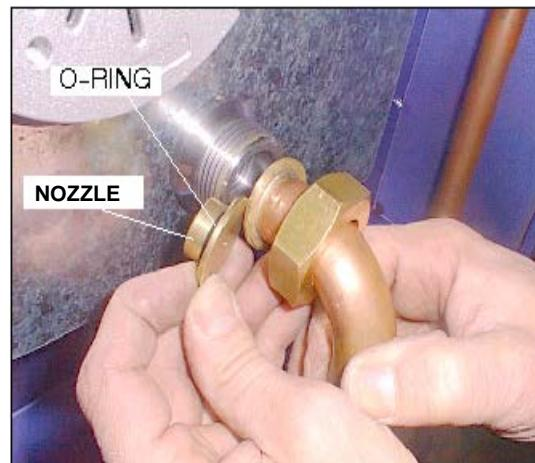

Рисунок 17
- D) Отсоедините газовую трубу и извлеките сопло. В случае необходимости используйте отвертку как рычаг (см. рисунок 17);